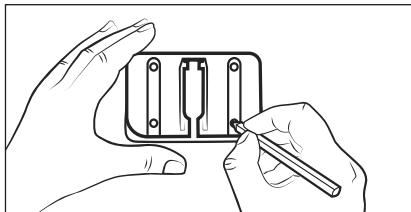

Fig. 5
- 3) Utilice el soporte mural 18 para marcar los cuatro orificios en la pared con un lápiz (consulte la fig. 5).